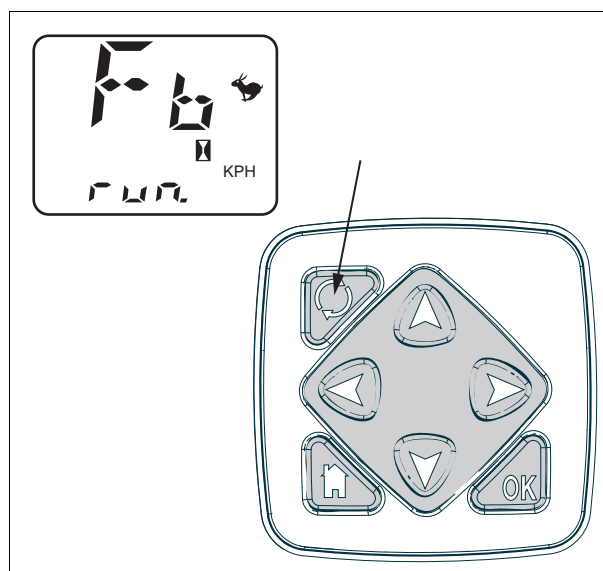

Рис. 11.
6. На экране должна отобразиться надпись "run" *рис. 11.*